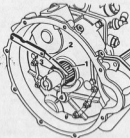

Abb. A.32
21. Primärrad-Axialspiel mit Führerlehren überprüfen, siehe Abb. A.32. Das Axialspiel muß zwischen 0,089 und 0,165 mm (0,0035 bis 0,0065 Zoll) liegen. Ggf. korrekte Druckscheibe aus folgendem Sortiment wählen.
30. Primärrad mit ausgehilter vorderer Druckscheibe, Triebgerring und hinterer Druckscheibe montieren, Abb. A.32.